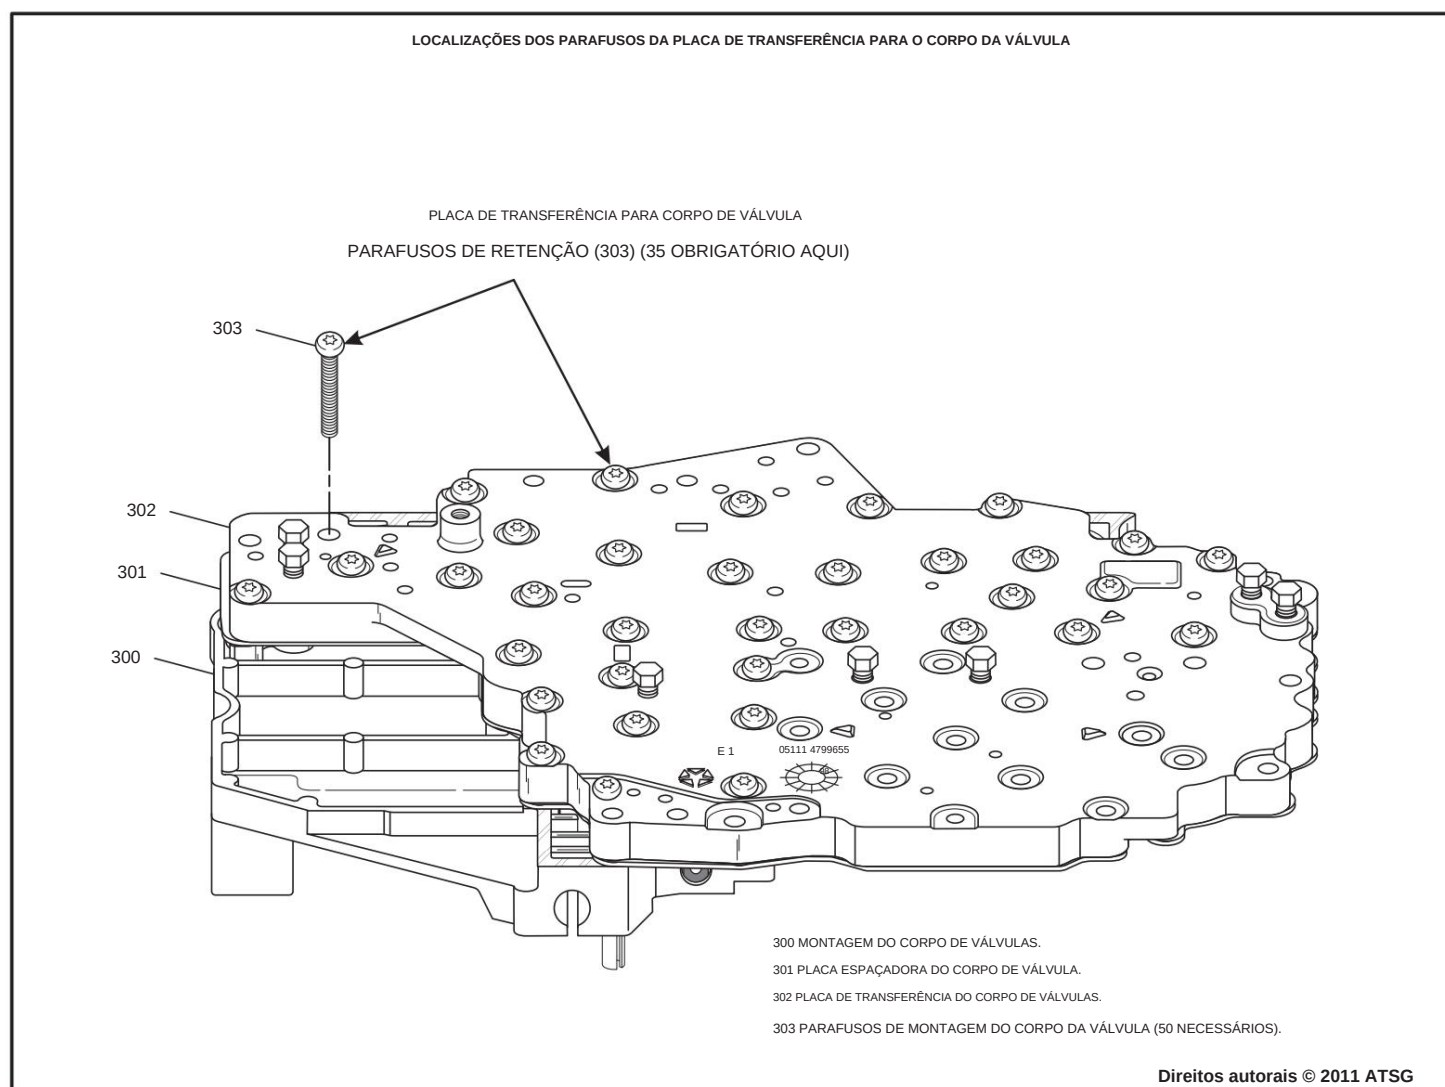

Figura 127
13. Instale os 35 parafusos do corpo da válvula na placa de transferência nos locais mostrados na Figura 127.